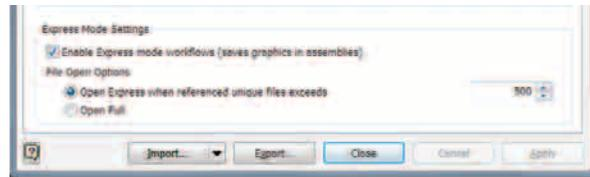

Рис. 11. Настройка экспресс-режима
- ▶ все сборки с количеством компонентов больше, чем 500, открываются в режиме экспресс по умолчанию, число компонентов можно отредактировать в окне настроек (Рис. 11);